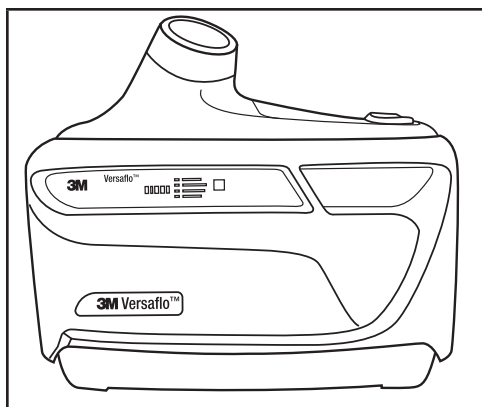

Fig. 15 – Respirador Purificador de Ar Motorizado TR-600 Versaflo™ da 3M™ com a etiqueta do filtro/cartucho visível.
- Se a capa do filtro for usada, a etiqueta do filtro/cartucho precisa estar visível na janela da capa do filtro (Fig. 15).